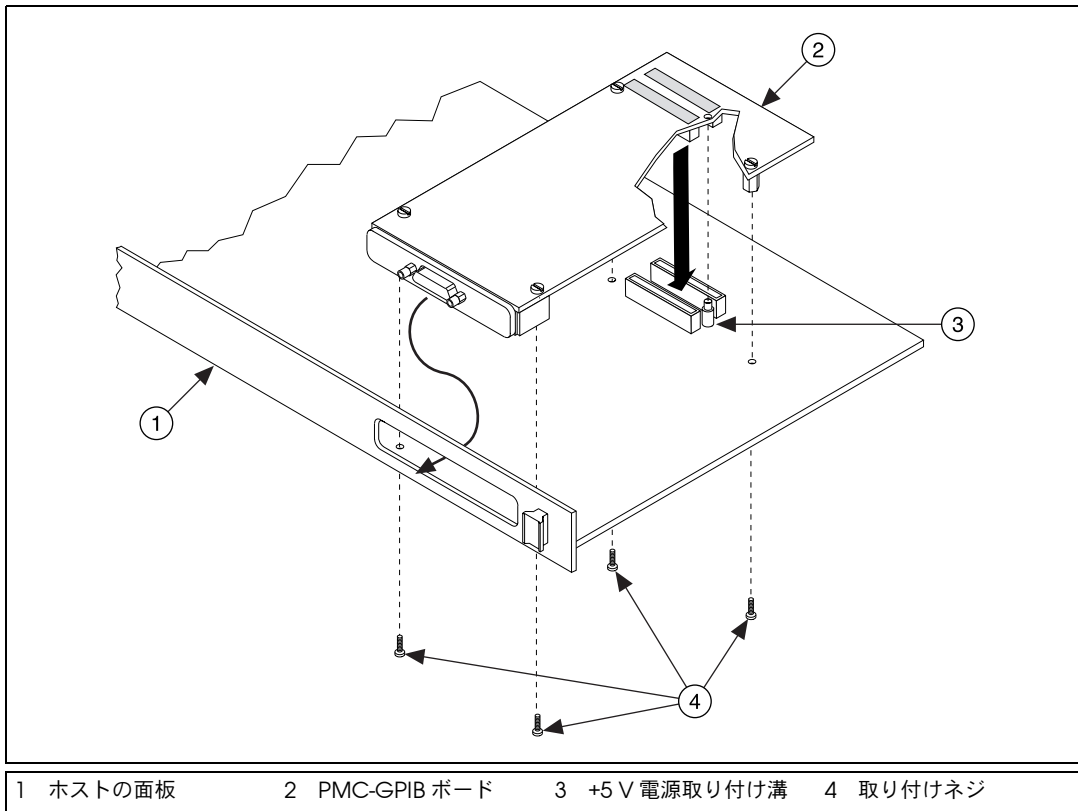

図 18 PMC-GPIB の取り付け方法
4. 図 18 のように、PMC-GPIB ボードをスロットに差し込みます。きつい場合もありますが、無理にボードを押し込まないでください。